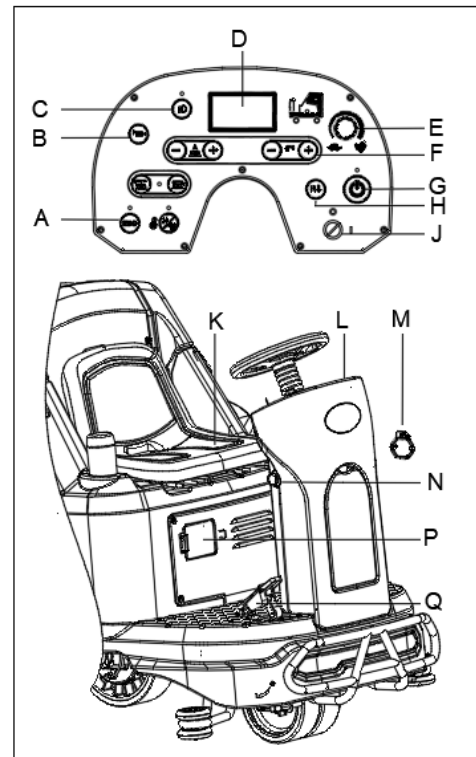

Figura 13
2. Sente-se no assento (K, Figura 13), insira a chave de ignição (J, Figura 13) e gire-a para "I". Controlar o estado das baterias no ecrã de exibição. Se necessário, coloque as baterias a carregar (ver procedimento no capítulo Manutenção).
A direção para frente/para trás pode ser controlada com o interruptor (H, Figura 13). A velocidade pode ser regulada com o regulador (E, Figura 13).
4. Pressione o botão One-Start (G, Figura 13) para ligar a máquina, o rodo e as escovas são baixados para o chão automaticamente e o motor de vácuo começa a funcionar.
5. Coloque os botões de regulação do fluxo (F, Figura 13) da solução detergente na posição considerada mais adequada, conforme o tipo de lavagem a ser executada.
6. Prima o pedal do acelerador (Q, Figura 13) e comece a limpar.
7. Pode carregar o seu telefone ou pad através da porta de carregamento USB (M, Figura 13) quando a chave de ignição (J, Figura 13) estiver girada em "I".
8. Pressione o botão de sirene (B, Figura 13) para avisar as pessoas quando necessário.
9. Se necessário, pressione o botão de emergência (N, Figura 13) para a paragem de emergência da máquina.
10. Se necessário, prima o botão das luzes dianteiras (C, Figura 13) para áreas escuras ou para avisar os peões.
11. Se necessário, ajustar o banco (K, Figura 13) rodando a pega para a direita à direita do banco e, em seguida, deslizar o banco para a posição correcta.
O motor da escova, o motor de vácuo, o motor de accionamento e o circuito de controlo estão protegidos por um protector de sobrecarga (P, Figura 13). Quando um protector de sobrecarga disparar, não o reinicie imediatamente sem descobrir a causa raiz e certifique-se de que o motor arrefeceu antes de reiniciar.
12. Solte o pedal do acelerador (Q, Figura 13), a máquina para de funcionar.
13. Pressione o botão One-Start (G, Figura 13) para parar as escovas e o motor de vácuo. As escovas e rodo são levantados do piso automaticamente. O sistema de aspiração irá desligar-se após alguns segundos.